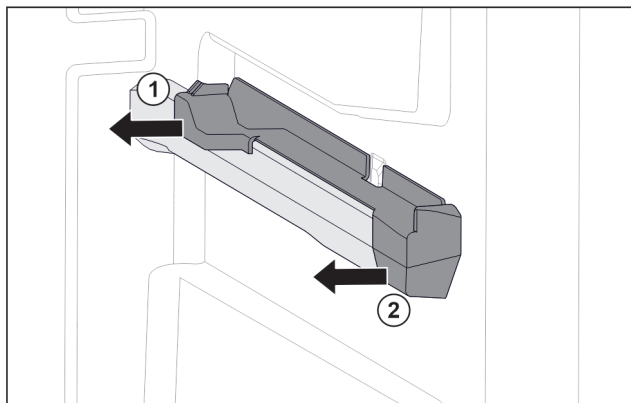

Fig. 149 Felhúzható elem a jobb oldali tartóbordán
- ▶ Oldalra húzza le a felhúzható elemet. Fig. 149 (1)
- ▶ Húzza előre felé a felhúzható elemet. Fig. 149 (2)